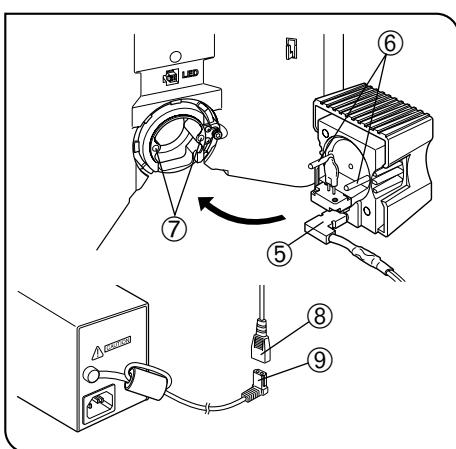

图 38
2. 按图38所示方向插入灯电缆⑤。
3. 将定位销⑥与显微镜机架后面的定位孔⑦对齐，轻轻推入灯座，一直要推到头。
#### 连接灯电缆 (图38)